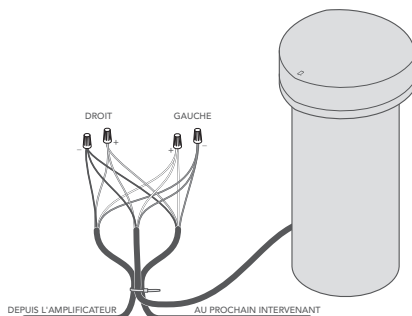

Figure 8
1. Comme pour l'installation de l'enceinte satellite, créez une boucle d'environ 250mm (10 po) de longueur, en tirant le fil du côté de la bobine. Laissez 380 à 400 mm (14 à 16 po) de câble supplémentaire afin que le câble ne se plie pas et ne se tire pas lorsqu'il est recouvert de terre dans la tranchée. Utilisez un collier de serrage pour maintenir la boucle de câble en place et créer un réducteur de tension (voir Figure 8).